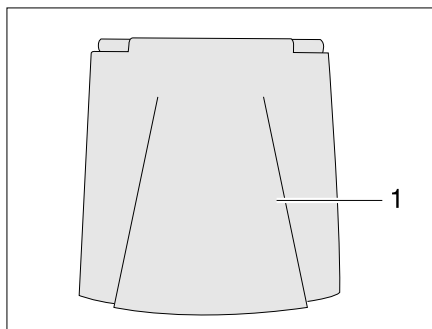

Fig. 34 Raccordement 230 V du portillon extérieur
- Basculer le portillon extérieur (Fig. 34,1) vers le haut.
- Faire basculer vers le bas le portillon extérieur (Fig. 34,1) et le fermer.